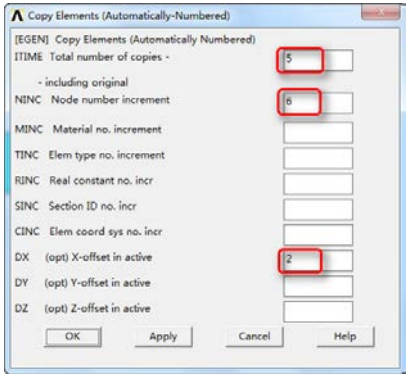

图 8-16 “Copy Elements (Automatically-Numbered)”对话框
⑫复制生成其他单元：Main Menu > Preprocessor > Modeling > Copy > Elements > Auto Numbered，弹出一个拾取框，单击拾取图形上刚刚生成的单元，单击“OK”按钮，又弹出如图 8-16 所示的“Copy Elements (Automatically-Numbered)”对话框，在“Total number of copies”后面的输入栏中输入 5，在“Node number Increment”后面的输入栏中输入 6，在“X-offset in active”后面的输入栏中输入 2，单击“OK”按钮，生成的结果如图 8-17 所示。